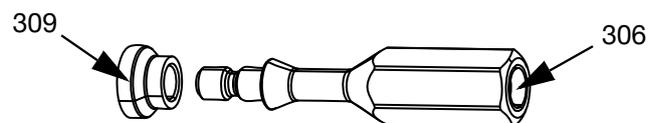

FIG. 15
5. Appliquez de la colle anaérobie bleue fournie sur les filets inférieurs de la tige de piston (410).
6. Réinstallez l'adaptateur de tige (306) et serrez au couple de 2,3 N•m à l'aide d'une clé de 6 mm ou d'une clé à ergots.
7. Réinstallez la section fluide (E) et le bloc de sortie (N).
8. Faites glisser le siège (307) sur l'adaptateur de tige (306).
9. Faites glisser le siège de la buse (309) sur l'adaptateur de tige (306). Notez l'orientation du siège de la buse et de l'adaptateur de tige dans la FIG. 15.